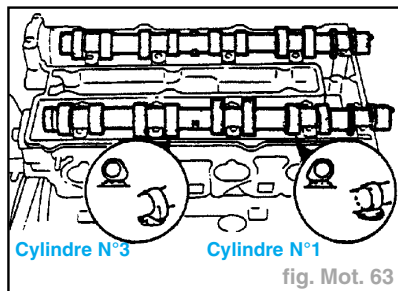

fig. Mot. 63
- Assembler l'arbre à cames sur la culasse, en positionnant face à face les bossages de cames des cylindres **N°1 et N°3** de la manière illustrée (fig. Mot. 63).